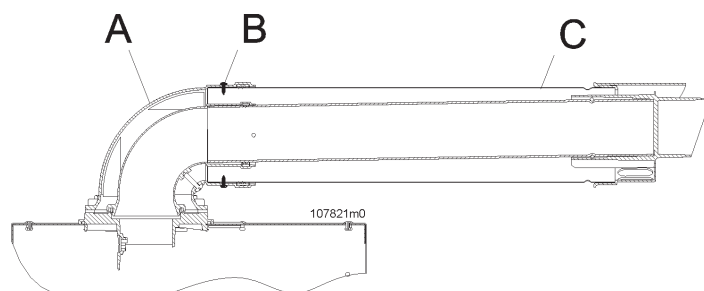

Figura 5-20 - Posizionamento del condotto coassiale
**ATTENZIONE!!! Seguire scrupolosamente le fasi di installazione del condotto coassiale come illustrato in Figura 5-20.**